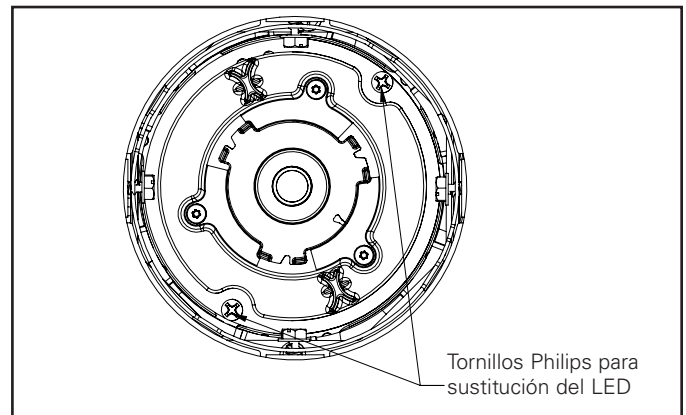

Figura 20
5. Localice los dos tornillos de cabeza Phillips en el disipador de calor (Figura 20).